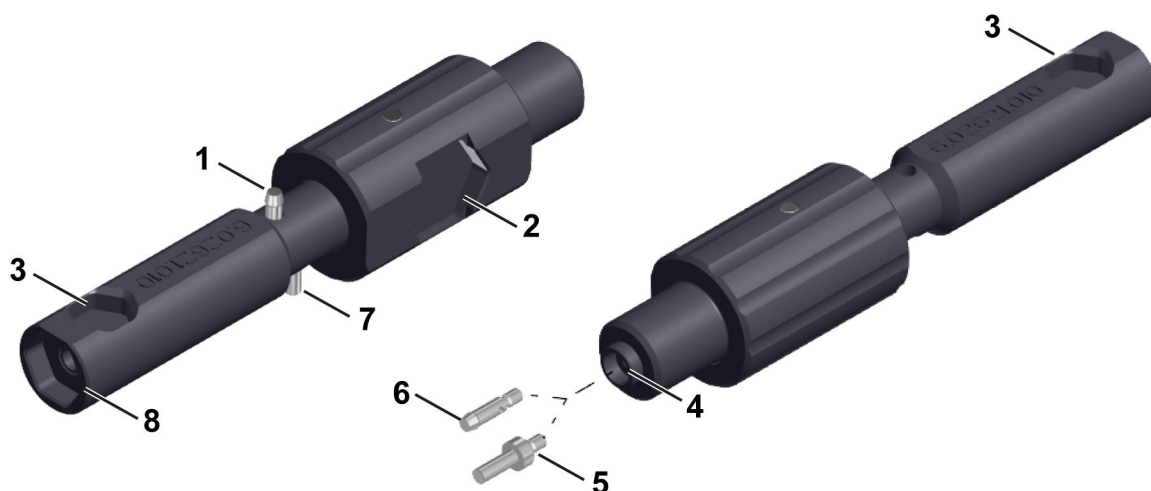

Figura 202 Multitool
- Multitool (6.02621.010) *(ver figura 202, página 377)*
- Multitool (6.02621.010) (ver figura 202, página 377)
- Multitool (6.02621.010) (*ver figura 202, página 377*)